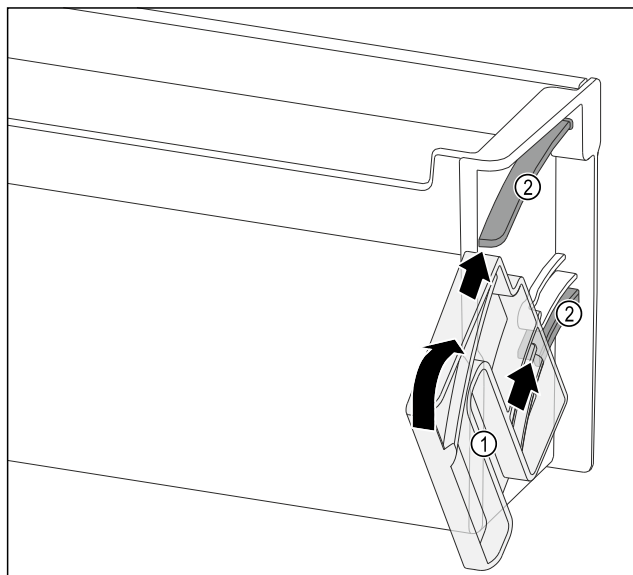

Fig. 100
- ▶ Vrtljivo enoto Fig. 100 (1) namestite tako, da so odprtine točno nasproti vodilnih kanalov Fig. 100 (2) vratne police.
- ▶ Vrtljivo enoto Fig. 100 (1) obrnite v navedeno smer.